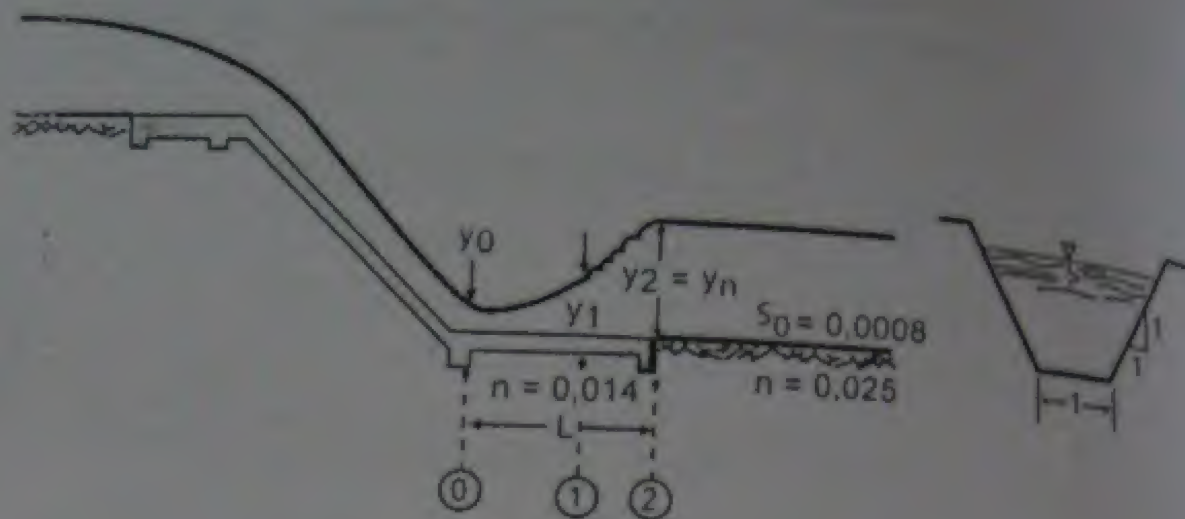

Figura 45. Perfil longitudinal del canal
97. Un canal de sección trapezoidal de ancho de solera $b = 1 \text{ m}$ y talud $Z = 1$, conduce un caudal de $0.9 \text{ m}^3/\text{s}$. En cierto lugar del perfil longitudinal tiene que vencer un desnivel, para lo cual se construye una rápida, cuyas características se muestran en la figura 45.